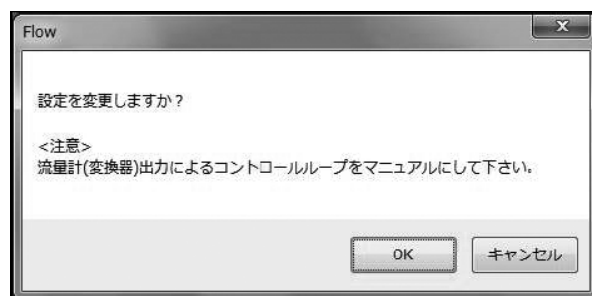

図3-31
- ④ 全ての設定が完了したら「OK」ボタンをクリックします。クリックすると、メッセージボックス（図3-31）が表示されます。